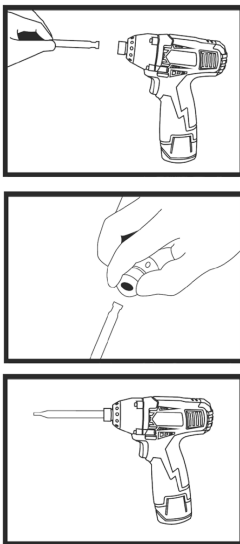

Fig. 3 – Instalación del Bits
- c. Para colocar el bit empujar hacia la traba de enganche rápido (1) como se muestra en la Fig. 3, insertar el bit y liberar la traba.